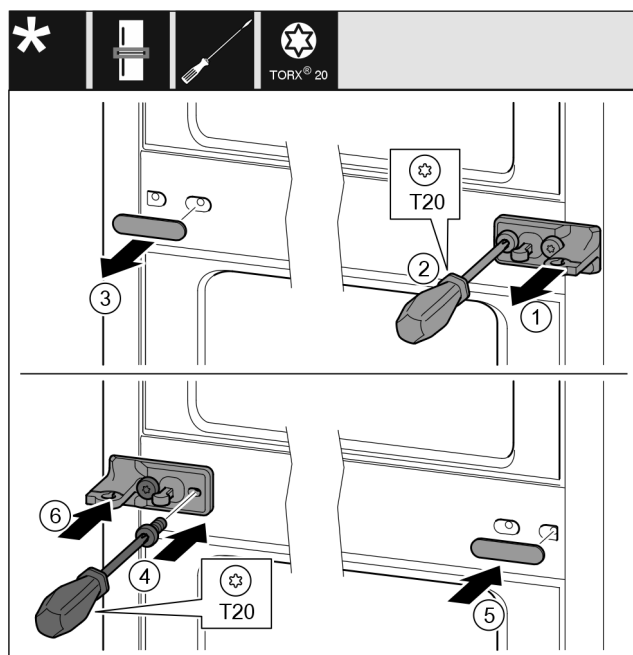

Fig. 20
- ▶ Hiqni kapakun Fig. 20 (1).
- ▶ Lironi vidat Fig. 20 (2) me një kaçavidë.
- ▶ Hiqni me kujdes kapakun mbulues Fig. 20 (3).
- ▶ Mbërtheni fort bazamentin mbështetës me pllakë Fig. 20 (4) në anën tjetër të rrotulluar me 180°.
- ▶ Vendosni kapakun mbulues Fig. 20 (5) në anën tjetër, të rrotulluar me 180°.
- ▶ Shtyni kapakun Fig. 20 (6) brenda nga përpara.